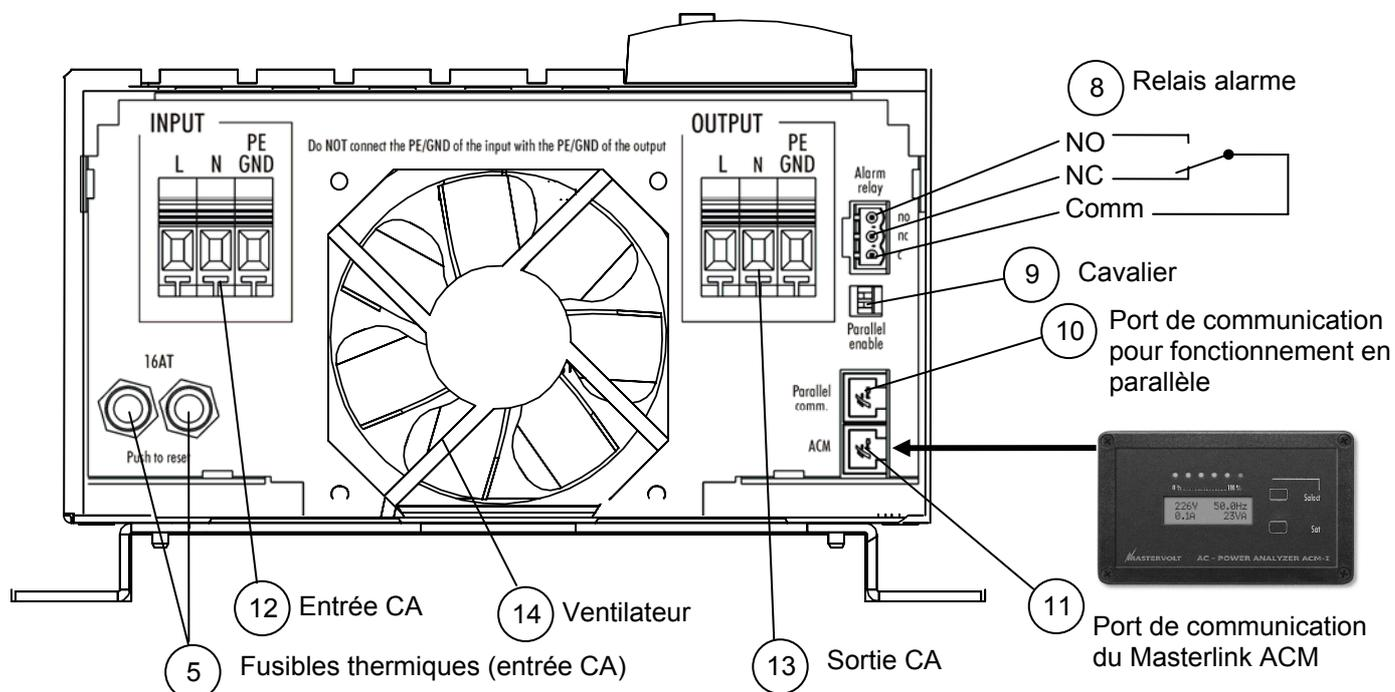

Figure 8
1. Connecter le câble de communication modulaire entre les ports de communication sur les deux Mass GI (voir Fig. 8, réf. 10).
Le tableau du Masterlink ACM peut être connecté directement au port de communication (11) du Masterlink ACM (voir Figure 8.)
Voir Figure 8, réf. 8. Le contact d'alarme (avertisseur) est commuté sur "NO" (normalement ouvert) en cas d'échec (voir Tableau 5). Courant de commutation maximum : 1A.